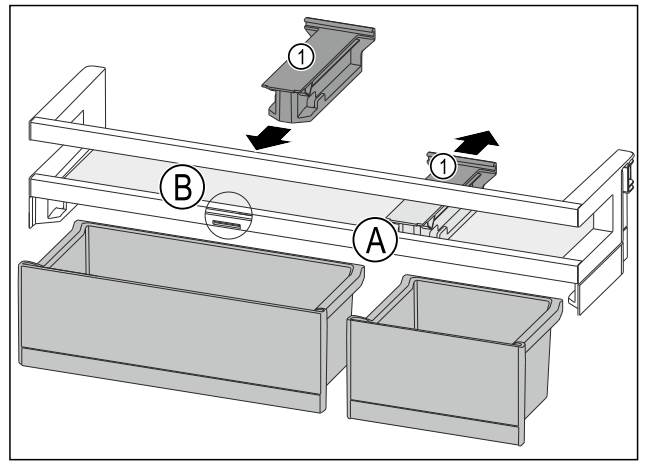

Fig. 172
- Tirare l'elemento di tenuta Fig. 172 (1) all'indietro per portarlo in posizione Fig. 172 (A).
- Inserire l'elemento di tenuta Fig. 172 (1) in posizione Fig. 172 (B).